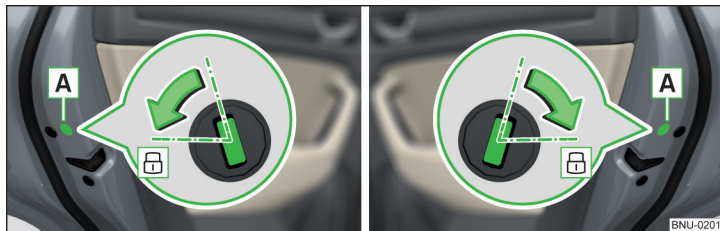

Fig. 355 Portiera stânga / dreapta
- › În cazul autovehiculelor cu masca **A**, înlocuiți-o » fig. 355.